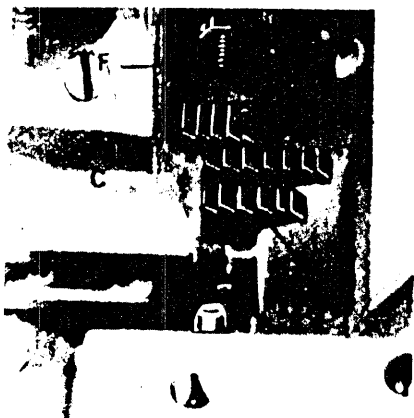

fig.12
- Montare le griffe posteriori C e D (fig. 12) e appaiare le slitte porta griffe.